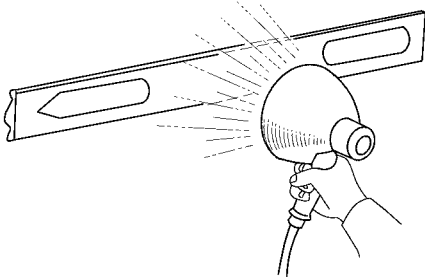

图 17-72 加热嵌条
(3) 加热嵌条。使用加热灯将新的嵌条加热到 30~60℃，如图 17-72 所示。